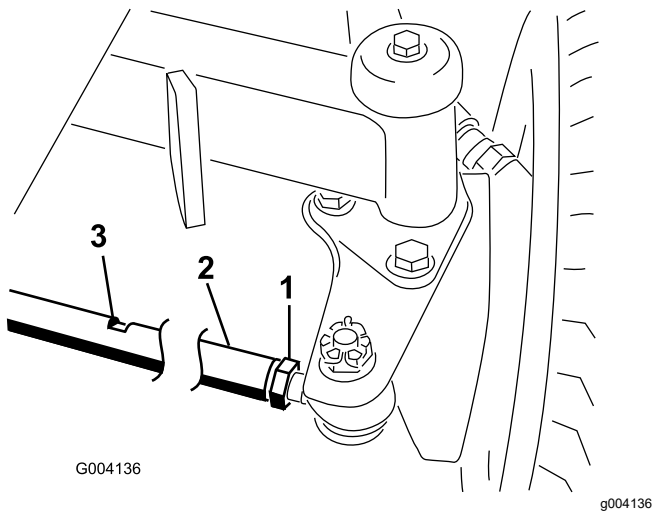

Figure 61
2. Desserrez l'écrou de blocage à chaque extrémité de la biellette (Figure 61).
3. Pour faire pivoter les roues, tournez la biellette au niveau des méplats (Figure 61).
6. Serrez l'écrou de blocage à chaque extrémité de la biellette (Figure 61).